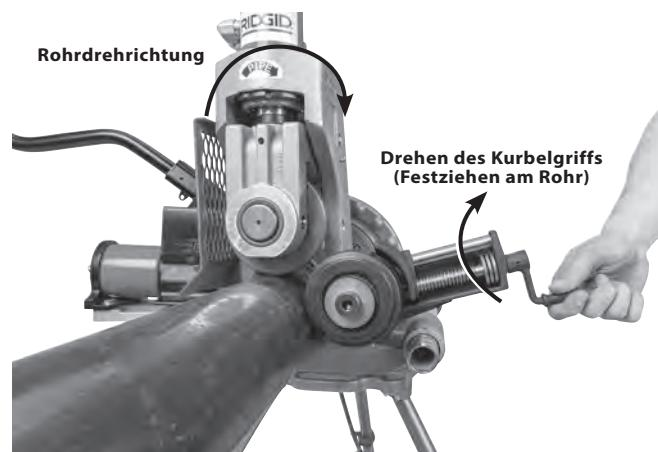

Abbildung 17 - Positionierung des Stabilisators
Der Stabilisator kann nur verwendet werden, wenn sich der Schalter REV/O-OFF/FOR (Rückwärts/Aus/Vorwärts) in der REV-Position (Rückwärtsdrehung) befindet (Rohrdrehung auf dem Nutgerät markiert, Abbildung 17). Wenn der Schalter REV/O-OFF/FOR (Rückwärts/Aus/Vorwärts) in der FOR-Position (Vorwärtsdrehung) verwendet wird, wird das Rohr spiralförmig aus den Nutrollen herausgeführt.
3. Drehen Sie den Kurbelgriff des Stabilisators, um die Rolle in Kontakt mit dem Rohr zu bringen. Drehen Sie den Kurbelgriff um eine weitere (1) Umdrehung, um die Rolle gegen das Rohr vorzuspannen (Abbildung 17). Greifen Sie nicht über das Rohr, um den Stabilisator einzustellen.